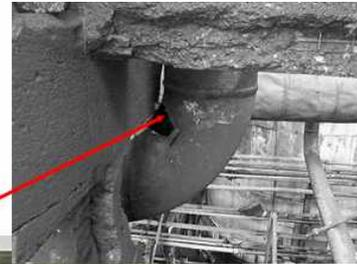

Fig. 3
② 화학 플랜트의 부식: 주된 원인은 배관의 부식에 의한 액체의 유출 (Fig. 3)